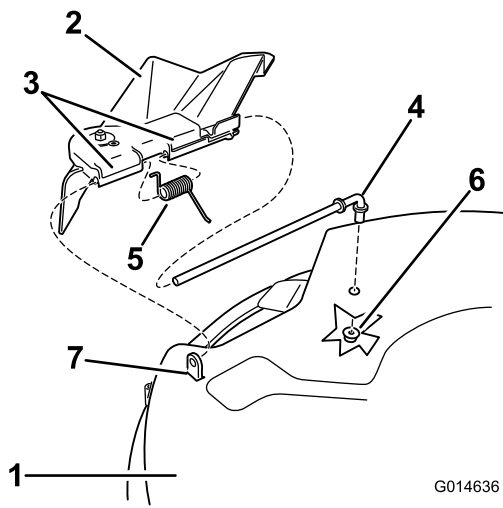

Figure 55
1. Localisez les éléments montrés à la Figure 55.
2. Retirez l'écrou (3/8 pouce) de la tige, sous le tablier de coupe (Figure 55).
3. Sortez la tige de la courte cheville de positionnement, du ressort et du déflecteur d'herbe (Figure 55).
5. Remettez en place le déflecteur d'herbe (Figure 55).
7. Placez le ressort sur la tige, les fils d'extrémité dirigés vers le bas, entre les supports du déflecteur d'herbe. Insérez la tige dans le deuxième support du déflecteur d'herbe (Figure 55).
9. Fixez l'extrémité arrière de la tige dans le tablier de coupe à l'aide d'un écrou (3/8 po), comme montré à la (Figure 55).